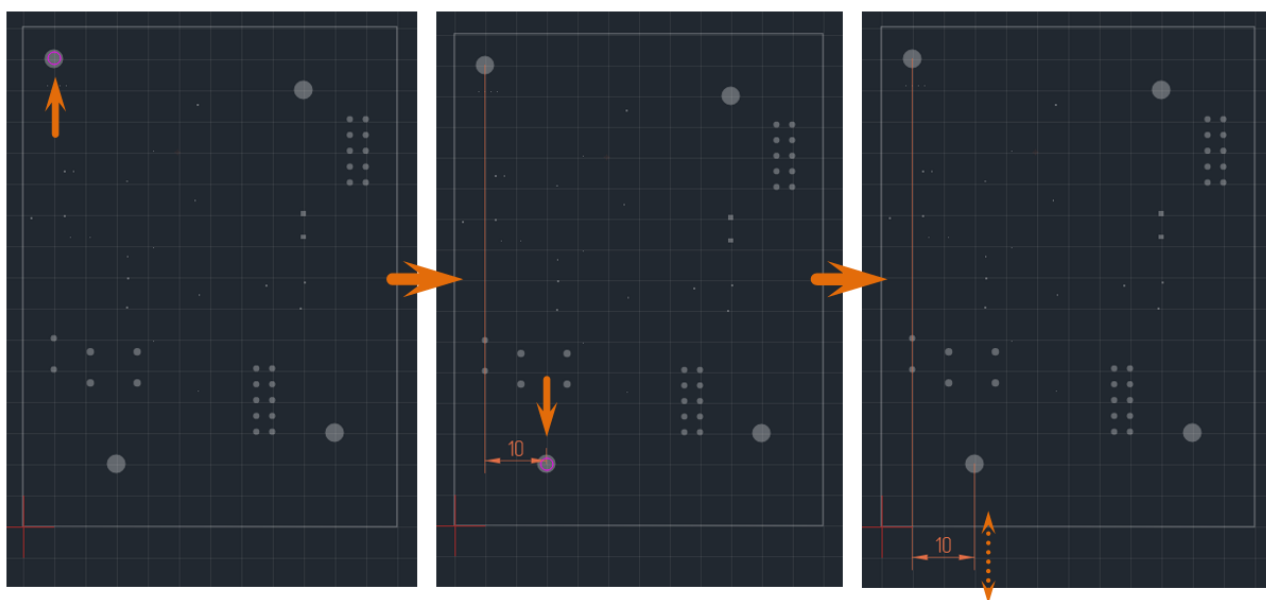

Рис. 462 Размещение горизонтальной цепной размерной линии. Первый размер
5. Установите длину и направление выносных линий, зафиксируйте кликом левой кнопки мыши или клавишей «Enter», см. Рис. 462.